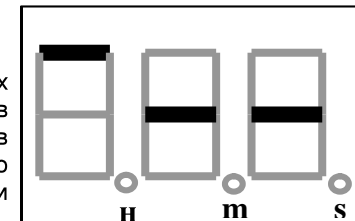

Рис. 5
- выходной ток снизится до 10% от установленного лимита тока (светится верхний левый светодиод и два посередине) – рис. 5;